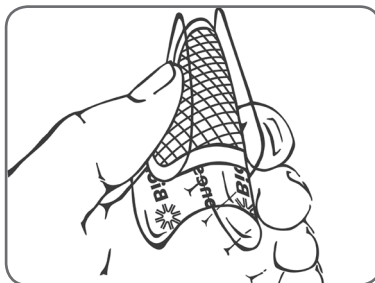

図 21 :電極の 2 分割カバーをはがしているところ
5. 各電極の 2 分割カバーをはがして捨てます(図 21 を参照)。